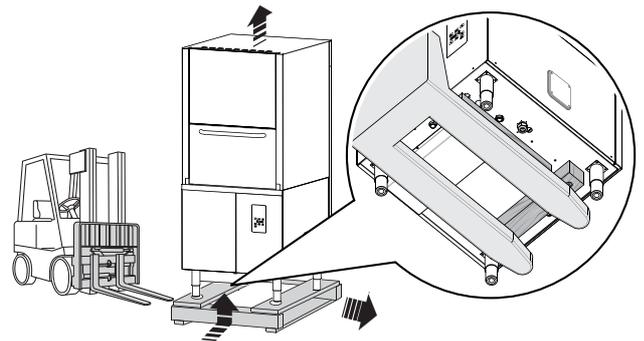

Abbildung 6 Aufstellung des Gerätes
- Das Gerät mit einem Gabelstapler anheben und die Last mit den Gabeln laut folgenden Anweisungen aufnehmen, die Unterlage entfernen und an dem Bestimmungsort aufstellen (Abbildung 6).